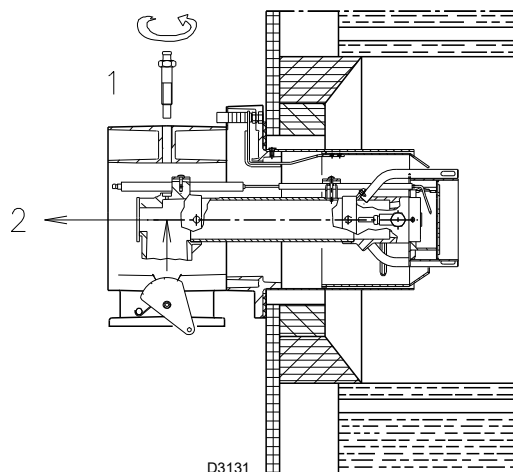

Fig. 18
- Scoateți șurubul 1)(Fig. 18) și scoateți partea interioară 2);
Pentru a facilita reglarea, slăbiți șurubul 1 (Fig. 18 la pag. 22), reglați și apoi blocați.